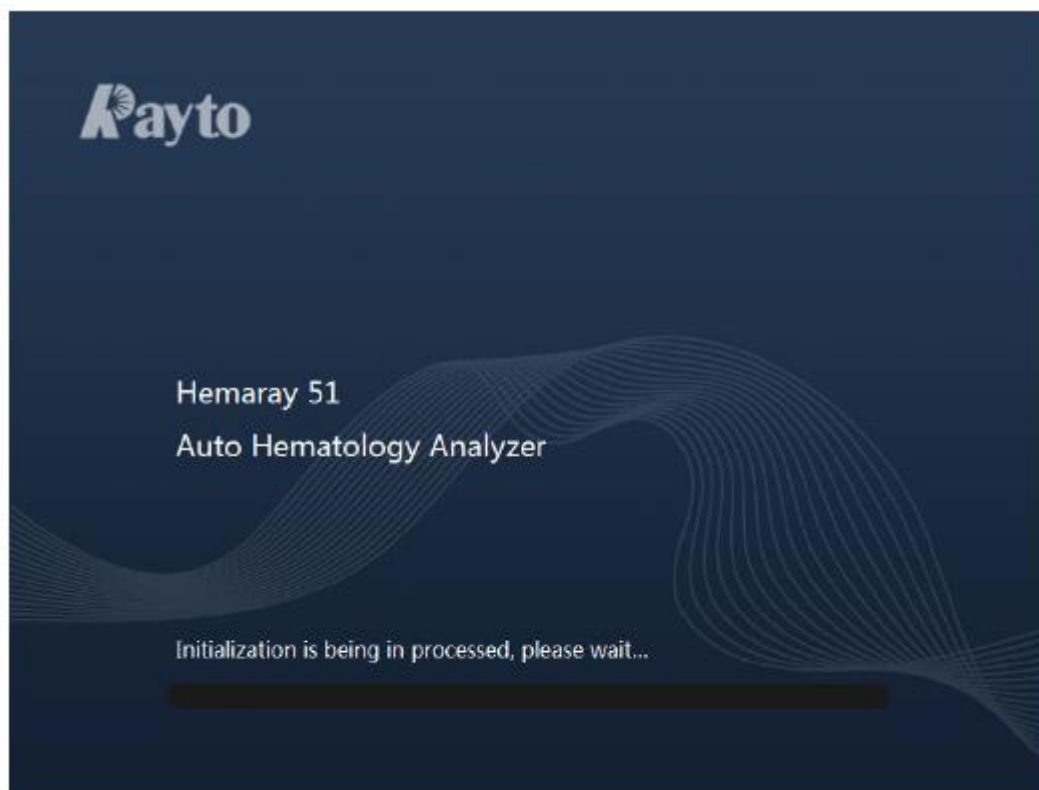

Figura 4-3: Tela de inicialização
5. Após o login, o sistema realiza a autoverificação e inicialização automaticamente, conforme mostrado na Figura 4-3: